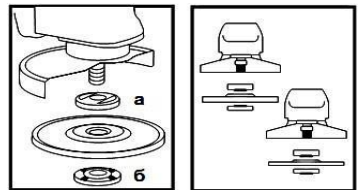

Рисунок 2
4.4 Встановіть на виріб абразивний диск. Для цього натисніть на кнопку фіксації шпинделя (1) і перевірте диск до такого положення, при якому він зафіксується. За допомогою вилочного ключа з комплекту виробу відверніть і зніміть затискну гайку (б) (дивіться рисунок 2).
Встановіть шліфувальний диск на посадкове місце фланцевої шайби (а) (рисунок 2), наживіть рукою затискну гайку на шпindel і затягніть її ключем з комплекту виробу. Відпустіть кнопку фіксації шпинделя і переконайтеся в тому, що кнопка звільнена, через дво- або триразове натискання. Провірте диск і впевніться, що шпindel розблокований. При встановленні диска з утопленим центром завжди розміщуйте його випуклою стороною до фланцевої шайби.